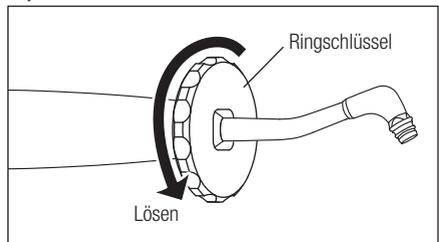

Abb. 14
- Führen Sie den mitgelieferten Ringschlüssel vom Düsenende aus hindurch, lösen Sie die Düse und entfernen Sie die Düse vom Handstück. (Abb. 14)